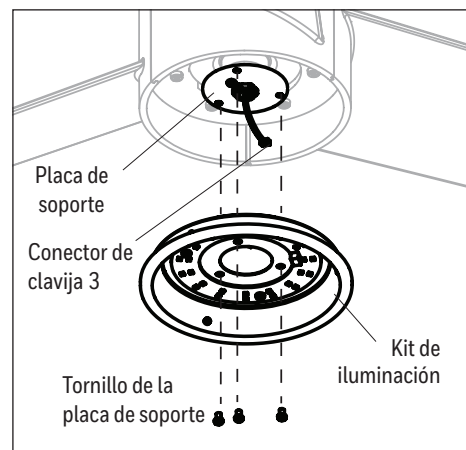

Figure 5.5
5. Retire los tres tornillos de la placa de soporte preensamblados a la placa de soporte. Luego, conecte el conector de 3 clavijas del ventilador al conector de 3 clavijas del kit de iluminación. Fije el kit de iluminación a la placa de soporte con los tornillos de la placa de soporte (Figure 5.5).